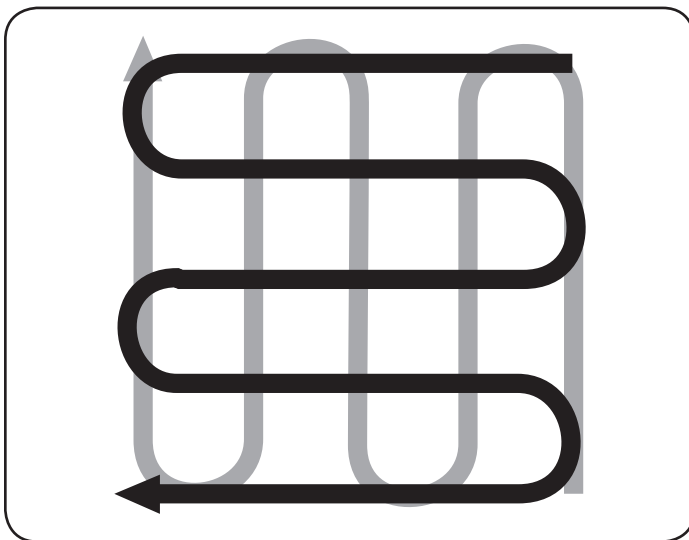

Figura 18
- Cuando termine en una dirección, realice una segunda pasada en ángulo recto, vea la Figura 18. Traslape cada pasada para obtener el mejor resultado (en terreno muy duro, puede ser necesario realizar tres o cuatro pasadas para pulverizar el suelo a fondo).